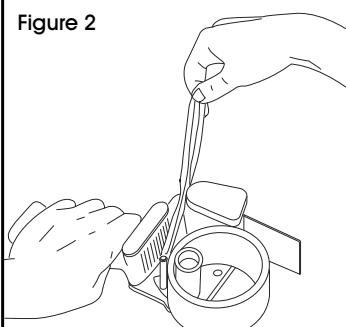

Figure 3
3. Pull tape towards you. Tear off any excess tape. Now you are ready for dispensing. (See Figure 3)
3. Tirez le ruban vers vous. Déchirez tout excédent de ruban. Le pistolet est maintenant prêt à distribuer. (Voir Figure 3)